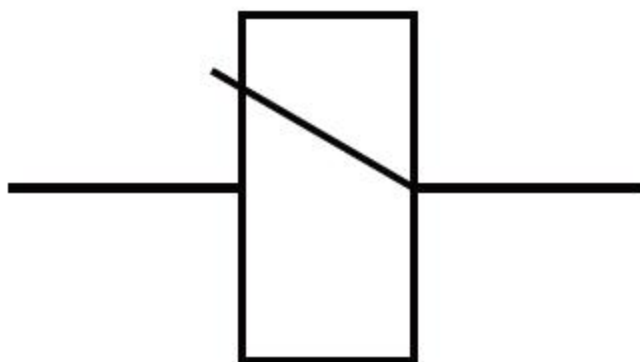

图9-64 绘制斜线
- 03 选择菜单【工具】|【绘图设置】命令，启用【极轴追踪】功能，并设置增量角为150°，绘制一条长度为5的斜线，如图9-64所示。